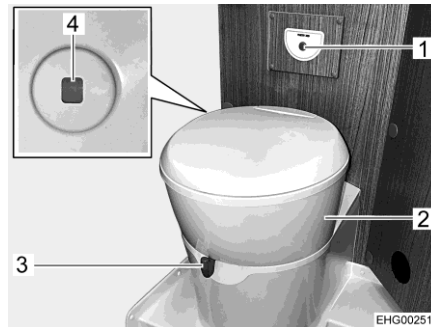

Bild 106 Toalett
Toalettskålen kan vridas till önskad position. Ta tag i toalettens överdel (Bild 106,2) med händerna och vrid.
Kontrollenheten med spolknappen (Bild 106,1) är placerad i närheten av toalettskålen.
- Öppna spjället på toaletten före spolning. Skjut för detta spjällspaken (Bild 106,3) moturs.
- För att spola, tryck på den blå spolknappen (Bild 106,1).
- Nivåindikeringen (Bild 106,4) ändrar färg från grönt till rött när latrintanken måste tömmas.